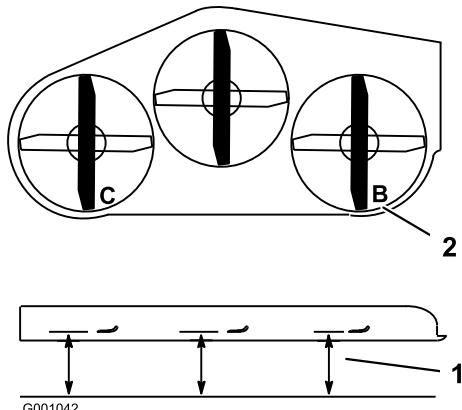

Figura 76
- Coloque la cuchilla derecha en posición longitudinal (Figura 76).
- Mida la cuchilla derecha en la posición **B** desde una superficie nivelada hasta el filo de corte del extremo de la cuchilla (Figura 76).
- Coloque la cuchilla izquierda en posición longitudinal (Figura 76).
- Mida la cuchilla izquierda en la posición **C** (Figura 76) desde una superficie nivelada hasta el filo de corte del extremo de la cuchilla.